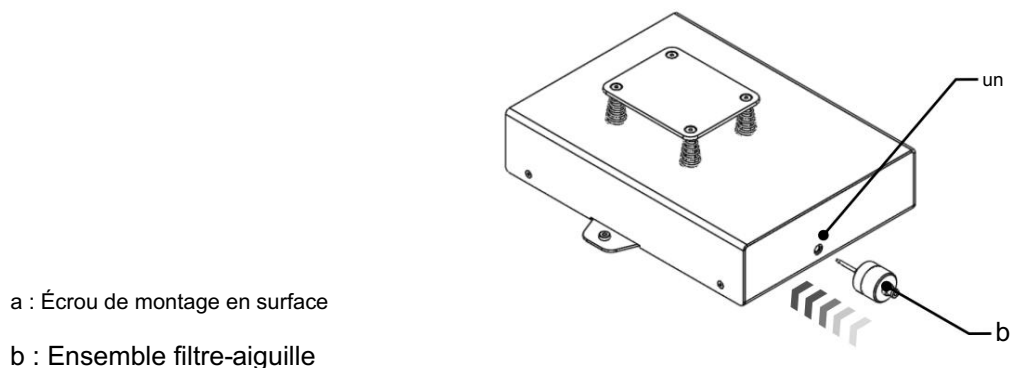

Figure 7
- Fixez l'ensemble filtre-aiguille dans l'écrou prévu sur le système d'encre (voir (Figure 7)).
- Dévissez le bouchon du tube en plastique situé à l'arrière de la tête d'impression (voir (Figure 7)).